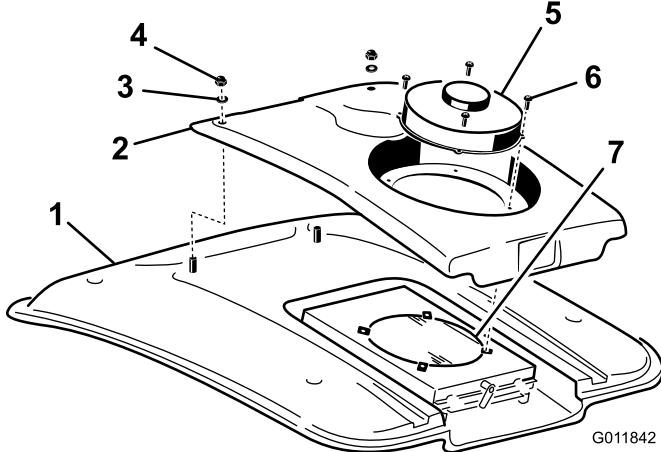

図 73
2. ファンとコンデンサカバーをファンマウントに固定しているネジ（4本）を取る（図 73）。
4. コンデンサカバーの前部をキャブの屋根に固定しているナット（2個）とワッシャを外す（図 73）。
8. スクリーンを圧縮空気でていねいに洗浄する（図 73）。